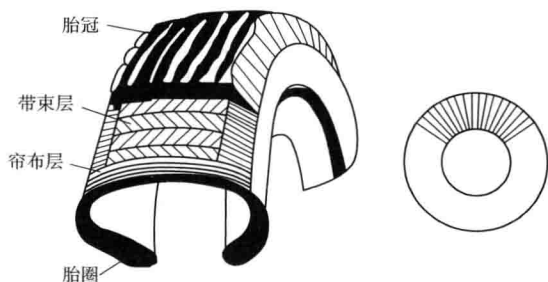

图 1-6 子午线轮胎
(2) 子午线轮胎主要指帘线排列方向与轮胎中心断面一致,这种排列可使帘线的强度得到充分利用,所以它的帘线层比普通斜交轮胎减少 40% ~ 50%, 子午线轮胎如图 1-6 所示。